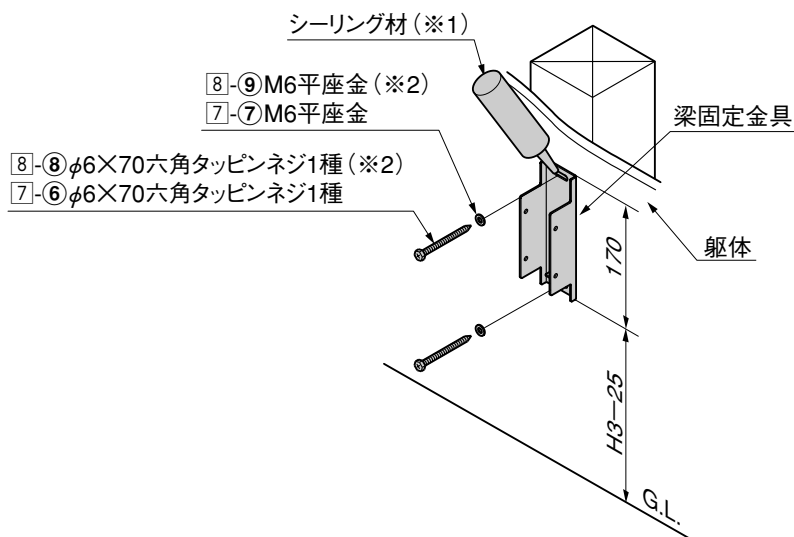

図2-2 梁固定金具の取付け
- ①「1 基本寸法と各部名称 1. 基本寸法と各部名称」を参照して、梁固定金具を躯体に⑦-⑥、⑦-⑦または、⑧-⑧、⑧-⑨で取付けてください。(図2-2参照)
- ②躯体にシーリングしてください。